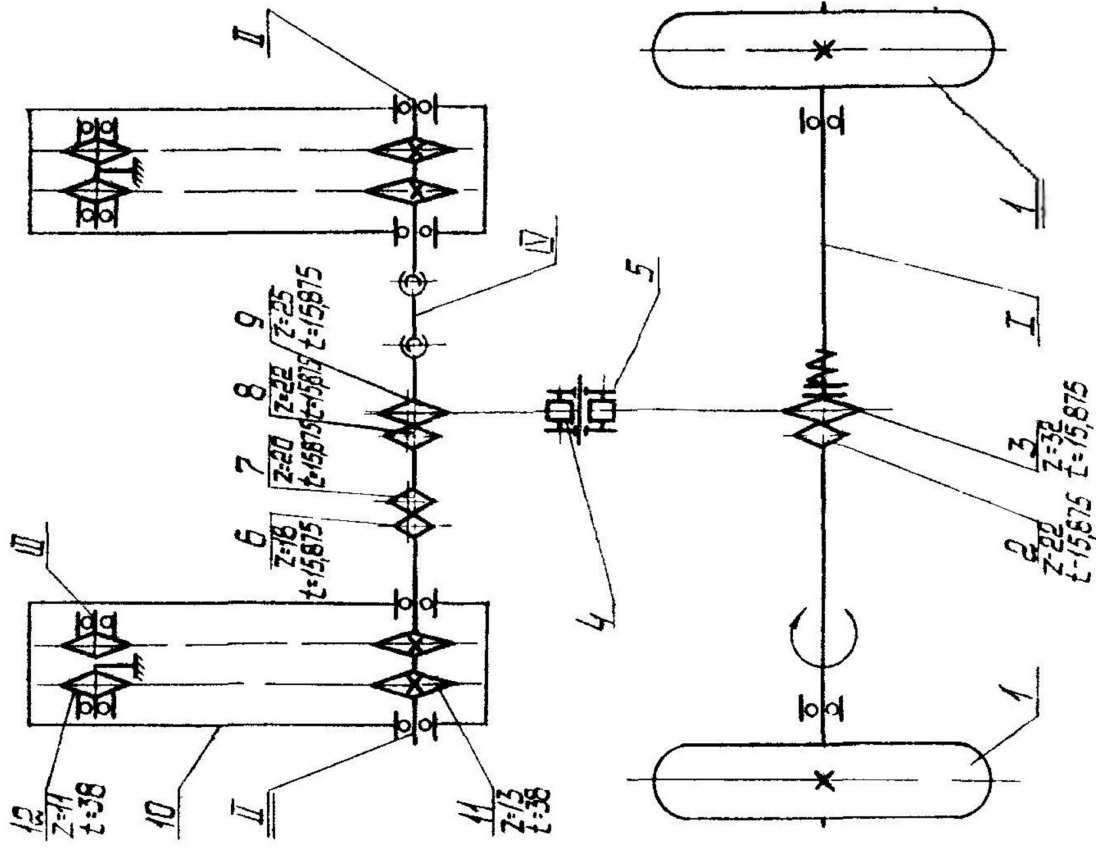

Рис. 1. Схема кинематическая
4.1.1. Рабочие органы приводятся во вращение от оси опорных колёс посредством цепной передачи (рис.1), на оси опорных колёс расположены две звёздочки. На ведущем валу левого высаживающего аппарата – четыре звёздочки (два блока по две звёздочки), предназначенные для изменения густоты посадки.